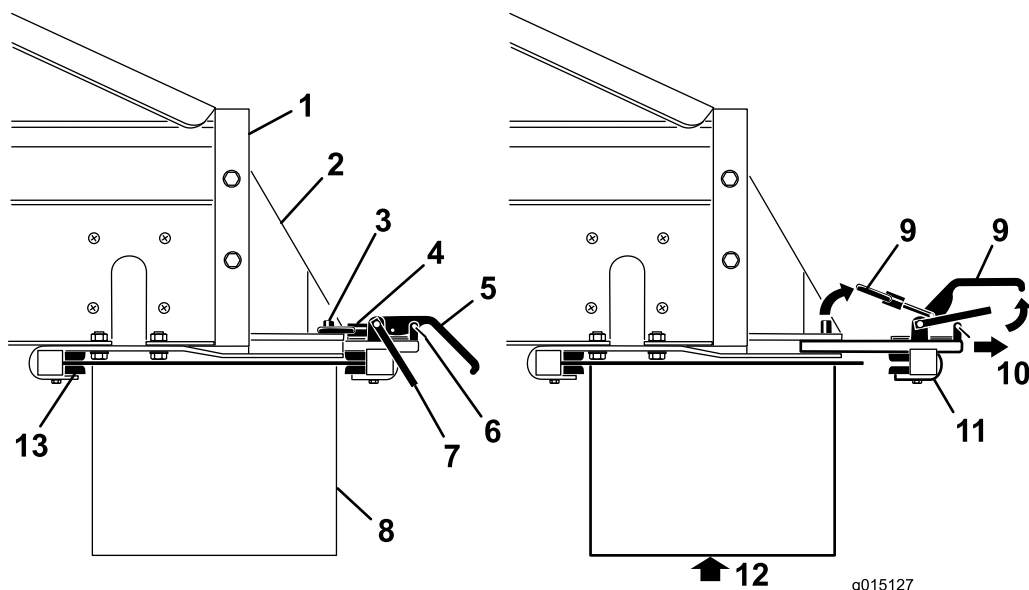

Figura 29
1. Retire os cliques do fecho de segurança das pegas da barra de ligação (Figura 29).
2. Levante o trinco de segurança, depois levante as pegas da barra de ligação do acessório e liberte os anéis de bloqueio dos pinos de bloqueio (Figura 29).
3. Deslize a traseira do conjunto de ligação do acessório para fora das ranhuras de ligação rápida (Figura 29).
4. Com ajuda, insira a borda frontal do rotor duplo por cima e por baixo da traseira da MH-400 para a frente dos grampos nos suportes (Figura 29).
5. Apoiando o rotor duplo, deslize a traseira do conjunto de ligação do acessório para as ranhuras nos suportes, e por cima da parte de trás (Figura 29).
7. Volte a instalar os cliques do fecho de segurança nas pegas da barra de ligação (Figura 29).